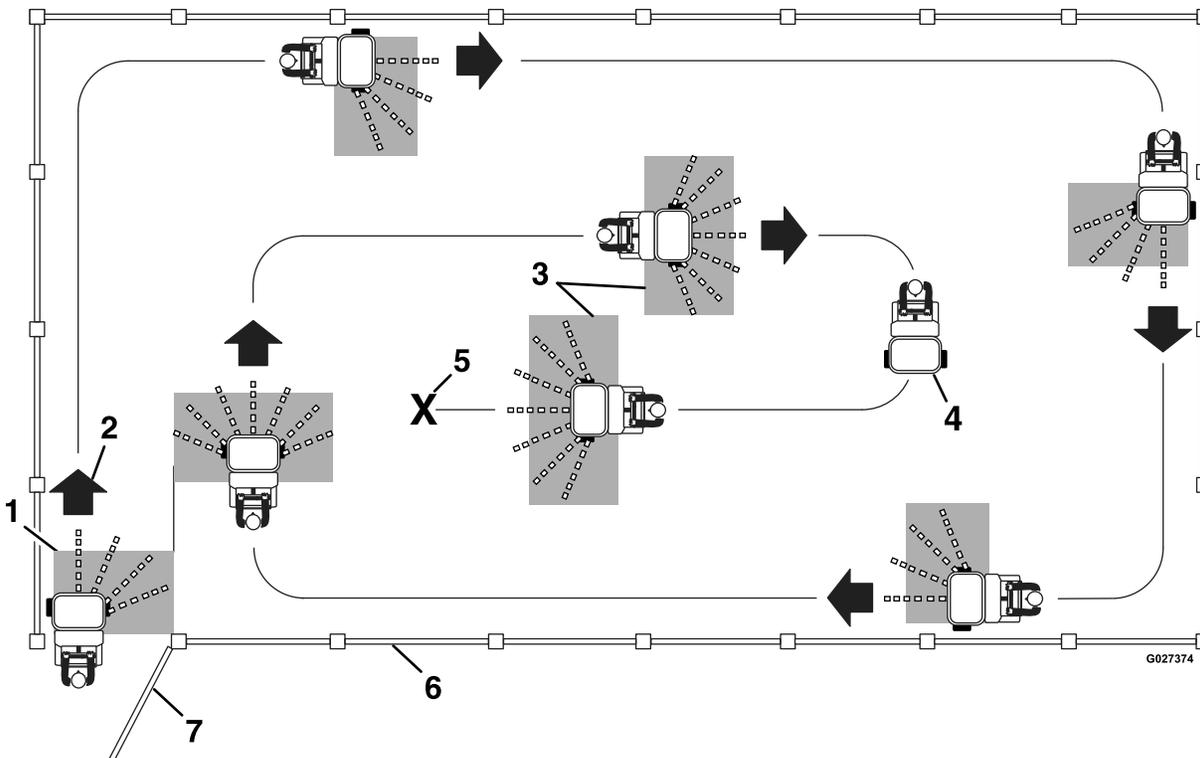

Figure 35
- Pour assurer une application uniforme, faites chevaucher les passages, comme montré à la Figure 35.